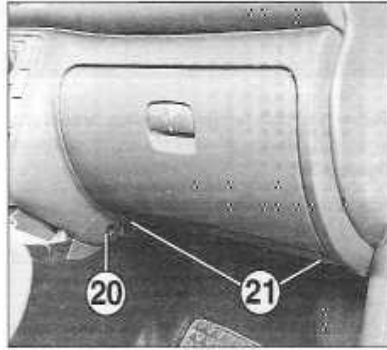

FIGURE 9-12
- De chaque côté, déposer les vis de fixation (20) d'extrémité de console (figure 9-12).
- Déposer les 2 vis (21) sous la boîte à gants (figure 9-12).